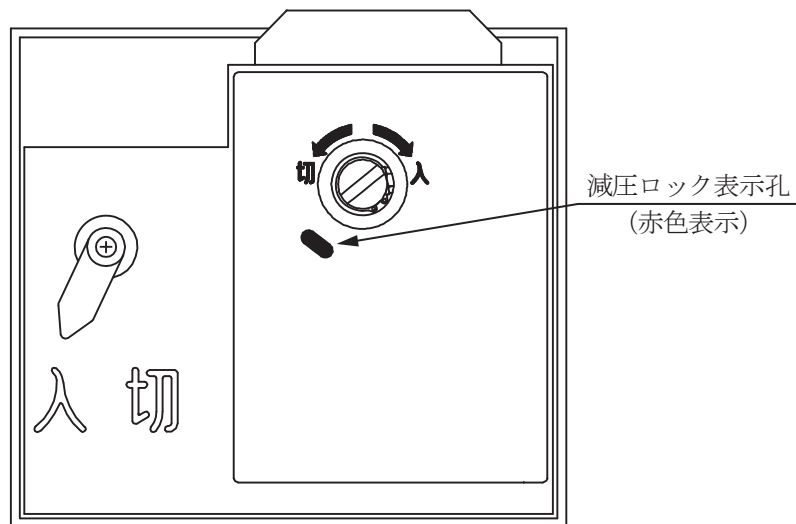

図1
- ①減圧ロック装置は、封入ガス圧力が $10 \sim 15 \text{ kPa} \cdot \text{G}$ 以下に低下すれば動作します。
- ②減圧ロックすれば、図1のように減圧ロック表示（赤色）が出て、ハンドルでの「入」「切」操作ができなくなるため、開閉器の開閉状態は減圧ロック装置動作時点のまま維持します。
- ③制御装置は開閉器より減圧ロックの信号を受け、トリップコイル（TC）の回路を断路します。